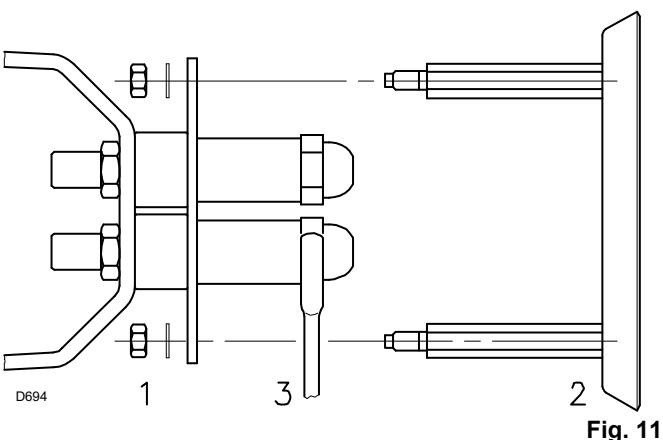

Fig. 11
- Sacar las tuercas 1)(Fig. 11) y el disco 2)
- Sustituir la boquilla con la llave 3)(Fig. 11).